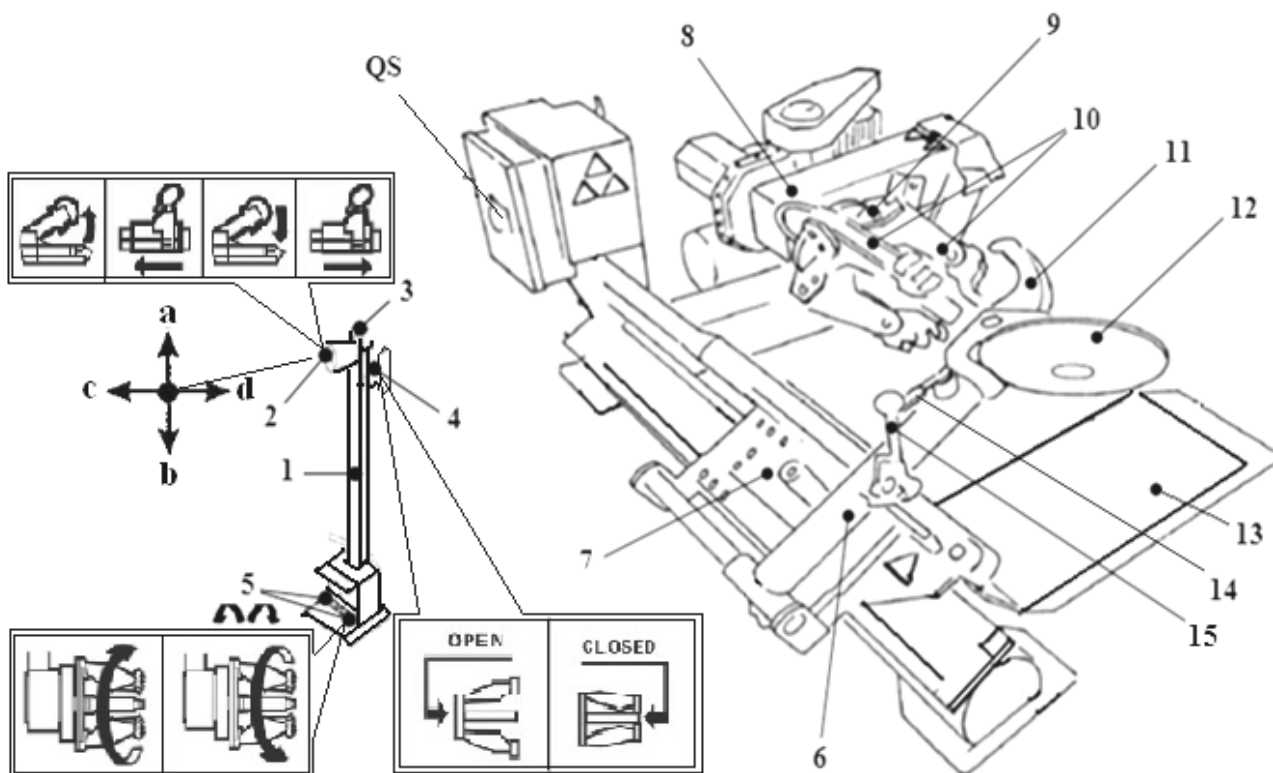

Рис. 1. Рабочие элементы станда.
Чтобы немедленно остановить работу стенда: Нажмите аварийный выключатель (3, Рис.1) на стойке управления. Переведите главный выключатель (QS, Рис.1)) в положение “0”. Отключите станок от электросети.
Переносная стойка управления (1, Рис. 1) позволяет оператору работать в любом месте около станка, на этом пульте расположены следующие средства управления:
- **Главный выключатель (QS, Рис.1)** служит для включения и выключения электропитания станка.
- **Аварийный выключатель (3, Рис. 1)** нажатием на кнопку отключает станок от электропитания в аварийной ситуации.
- **Переключатель 4-х позиционный (джойстик) (2, Рис. 1):** служит для: подъема и опускания подъемной балки шпинделя (положения **a^b**), перемещения каретки слева направо и обратно (**c^d**).
- **Переключатель «Зажим – Разжим» (3, Рис. 1):** при переводе вверх открывает зажим, при переводе вниз открывает зажим.
- **Педали вращения шпинделя (5, Рис. 1):** при нажатии правой педали шпиндель зажимного устройства вращается по часовой стрелке, при нажатии левой – против часовой стрелки (направление вращения указано стрелками на педалях).
- **Рукоятка блокировки монтажной консоли (15, Рис. 1)** для её блокировки в рабочем положении и перевода в нерабочее положение (и наоборот).
- **Рычаг блокировки монтажной головки (14, Рис. 1)** позволяет альтернативное использование отжимного диска (12, Рис. 1) или монтажного крюка (11, Рис. 1).